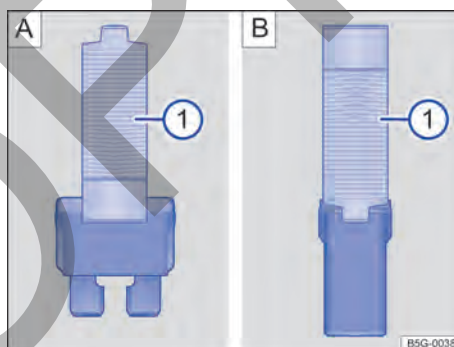

Fig. 177 Retirar o colocar el fusible con la pinza de plástico: **A** fusible plano, **B**: fusible de bloqueo.
- De ser necesario, retirar la pinza de plástico → fig. 177 ① de la cubierta de la caja de fusibles.
- De acuerdo con la versión del fusible, colocar las garras adecuadas del alicate plástico → fig. 177 [A] ① o → fig. 177 [B] ① de forma lateral en el fusible.
- Si el fusible está quemado, sustituir el fusible por uno nuevo de la *misma* intensidad de corriente (mismo color e inscripción) y del *mismo* tamaño → ②.